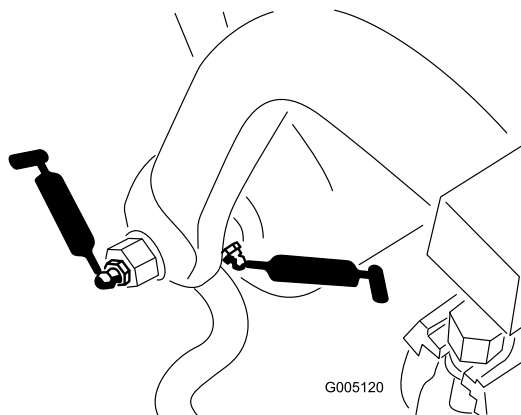

Figura 33
- Eixo e cilindro da estrutura de apoio (12) (Figura 33)